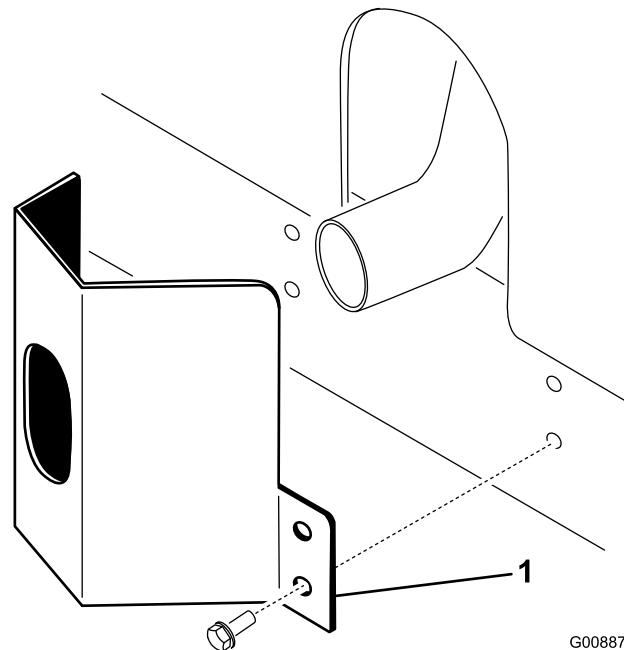

Figura 11
1. Coloque a cobertura do escape à volta da panela do escape, enquanto estiver a alinha os orifícios de montagem com os orifícios no chassis (Figura 11).